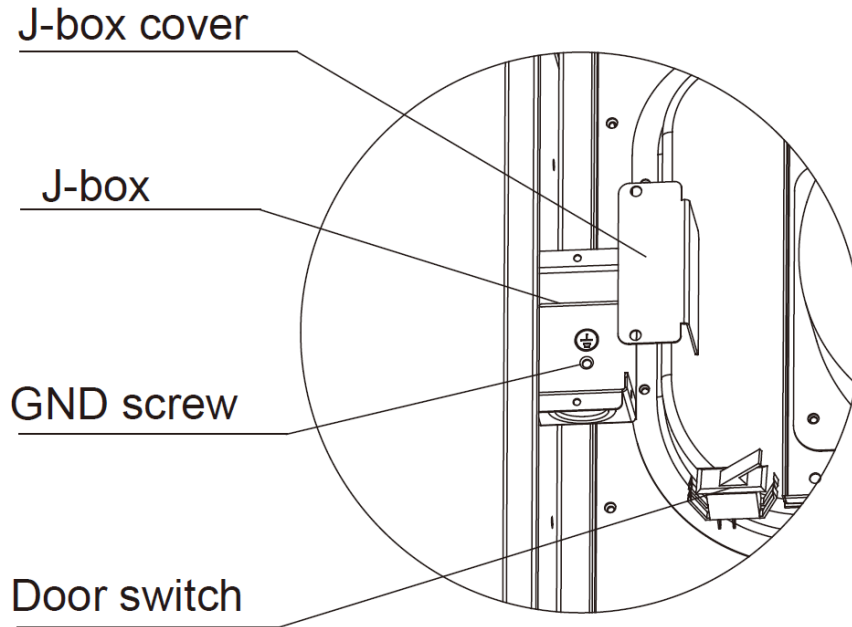

Fig. 6.1- J-Box
4. Retirez et conservez les deux vis qui maintiennent la boîte de jonction (Voir Fig. 6.1.)